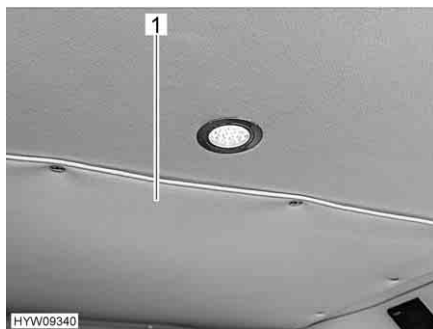
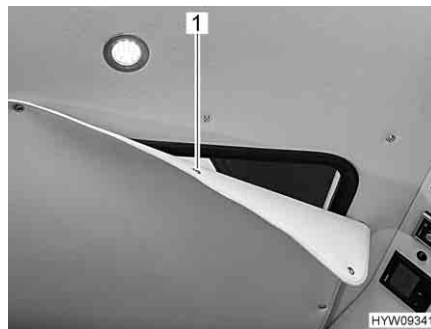

Fig. 30 Copertura (chiusa)
Fig. 31 Copertura (parzialmente aperta)
- Rimuovere la copertura (Fig. 30,1) del soffitto del vano abitabile. A tale scopo, staccare i vari bottoni a pressione (Fig. 31,1).
- Chiudere il passaggio dal tetto a soffietto con la copertura (Fig. 30,1).